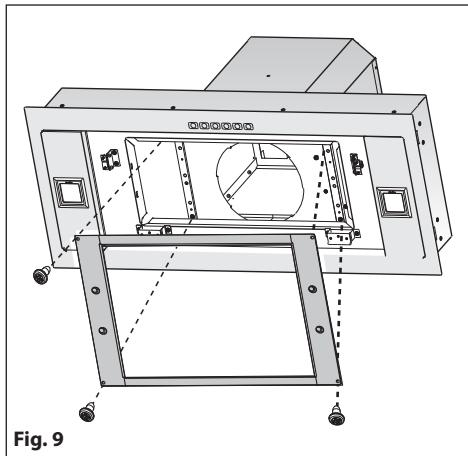

Fig. 9
- Indien men in de verpakking een beugel vindt zoals aangegeven in **Fig.9** moet men deze met de bijgeleverde schroeven aan de kap vastmaken.